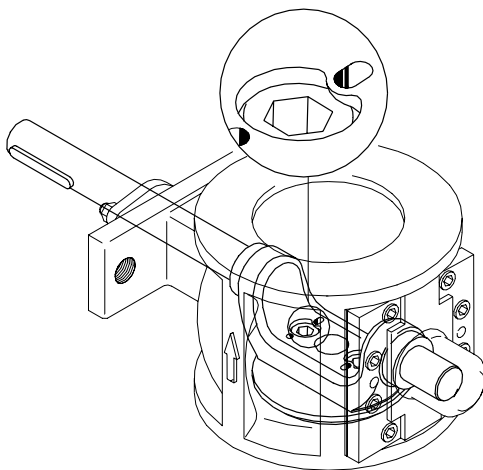

Fig.6-13.1 Montering DN 40-250
2. **DN 40-250:** Återmontera skruvarna. Lås genom att med en körnare kraga över material på bygelns baksida. Detta görs lämpligast genom att slå i redan befintliga markeringar (→ Fig.6-13.1).
2. **DN 40-250:** Återmontera skruvarna. Lås skruvarna genom att med en körnare kraga över material på bygelns baksida. Detta görs genom att slå i redan befintliga markeringar (→ Fig.6-13.1).